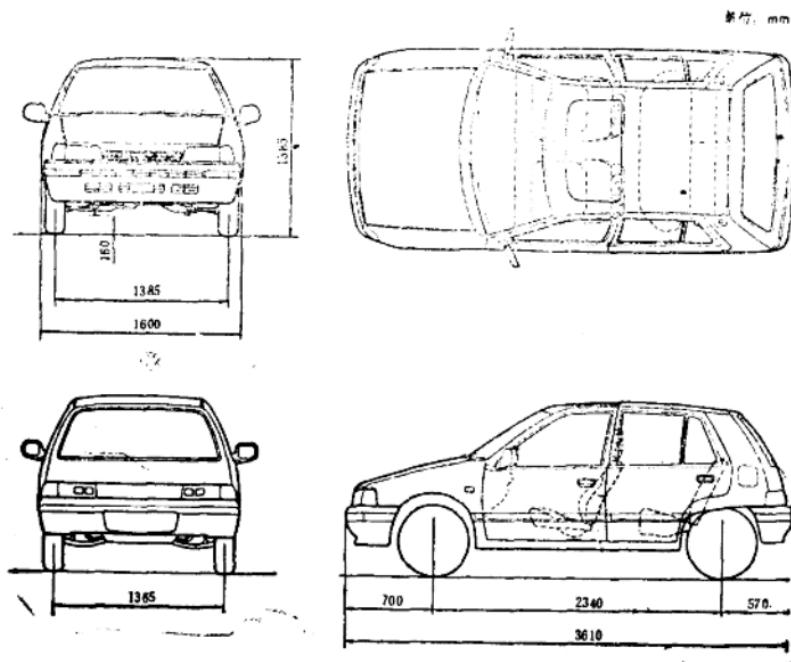

图 1-1
(1) 车辆外形尺寸, 见图 1-1。
外型尺寸: (见图 1-1)